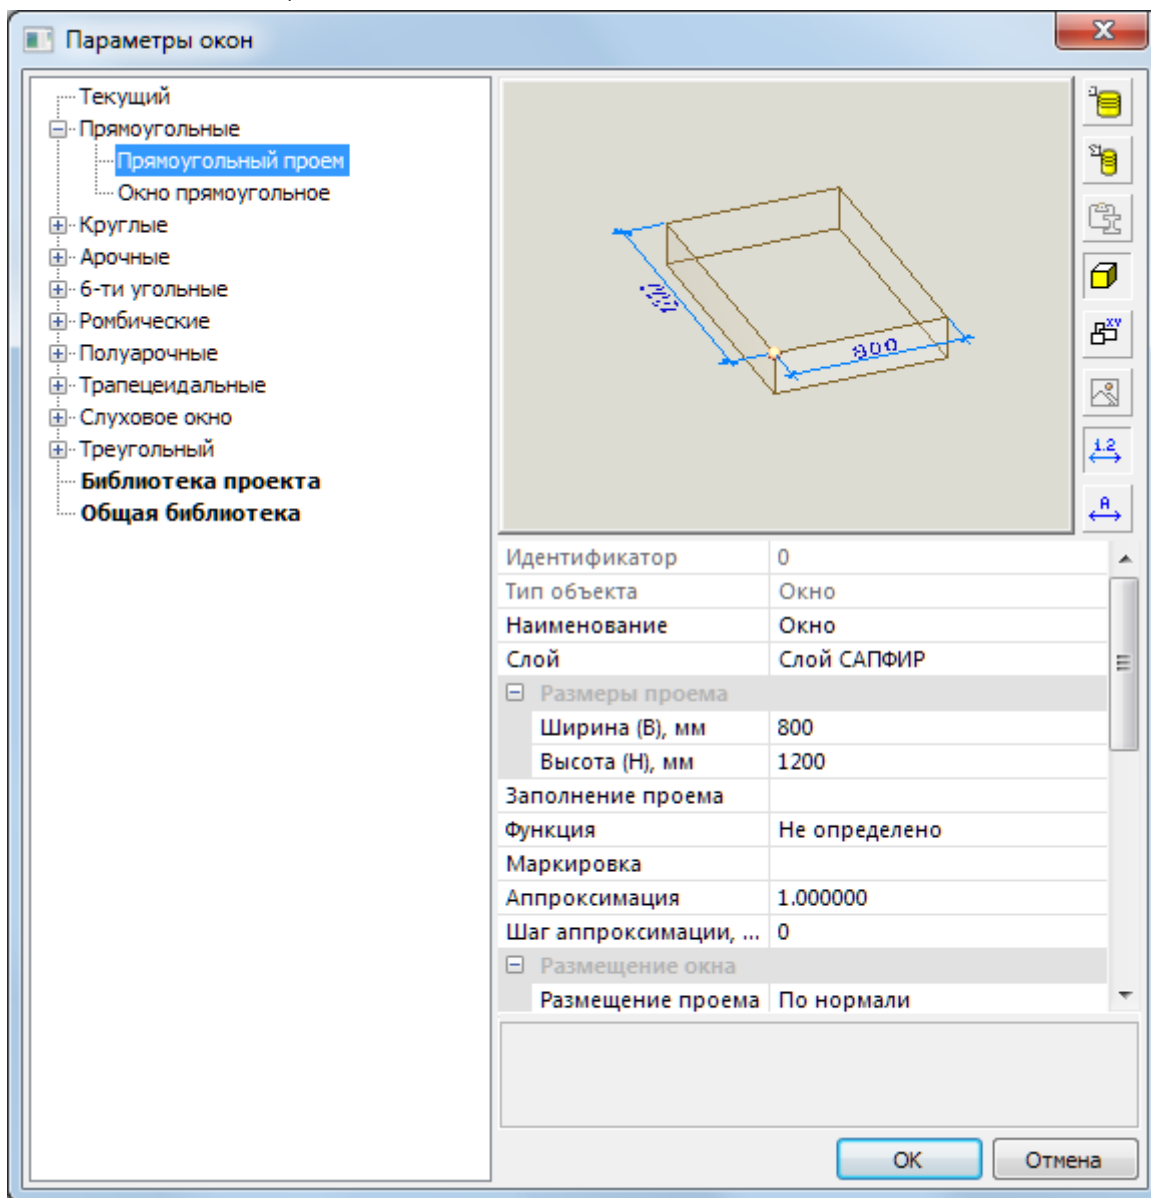

Рис.8.1. Диалоговое окно **Параметры окон**
- В строке свойств инструмента Окно щелчком по кнопке  **Параметры** вызовите диалоговое окно **Параметры окон** (рис.8.1).